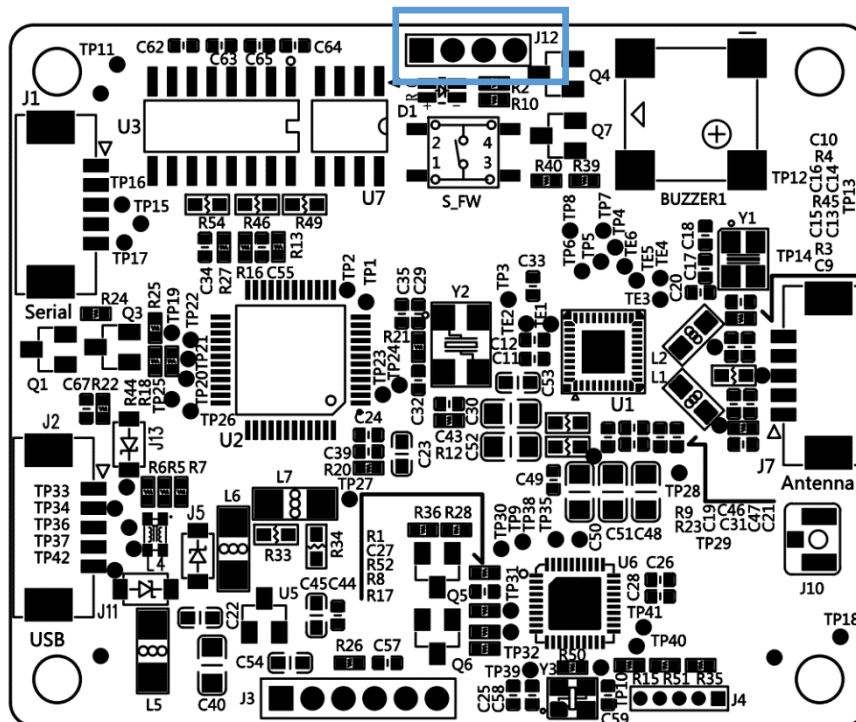

図 3: ACM1552U-Y LED 配置
1. **J12** にジャンパを接続して、電源およびカード信号の LED ステータスを確認します (を参照図 3)。